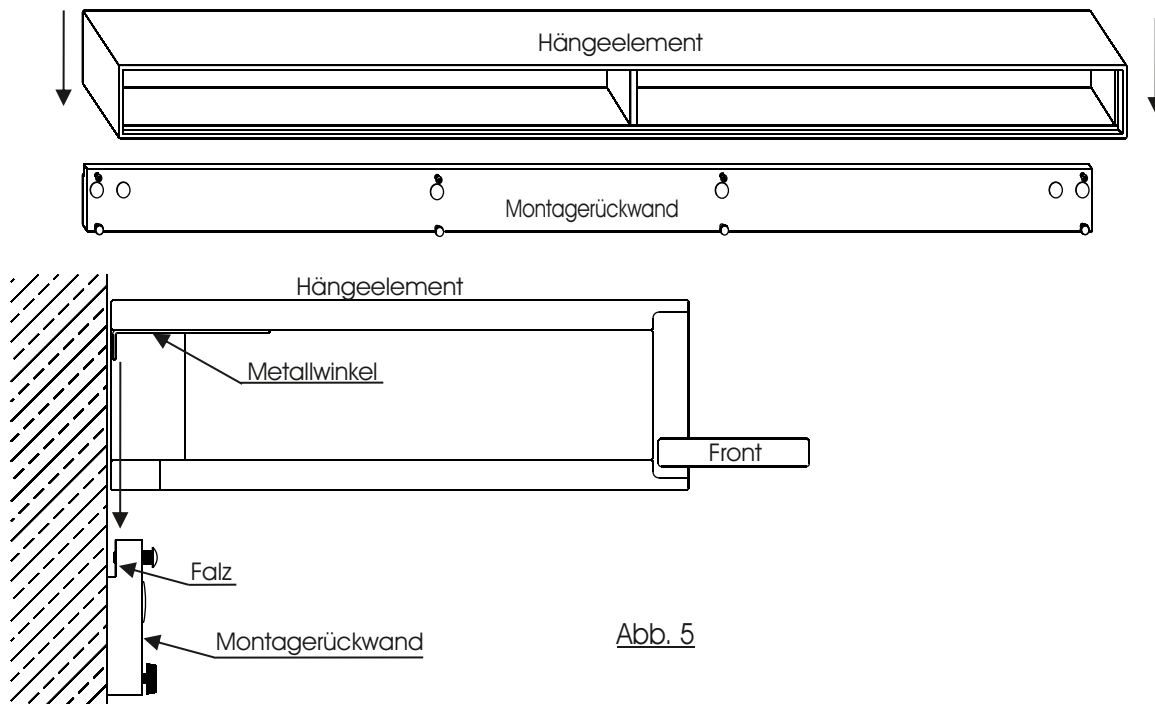

Abb. 5
8. Setzen Sie das Element vorsichtig auf die Montagerrückwand. Der Metallwinkel des Oberbodens vom Hängeelement wird hierbei in die Falz der Montagerrückwand hineingeführt. (Abb. 5)